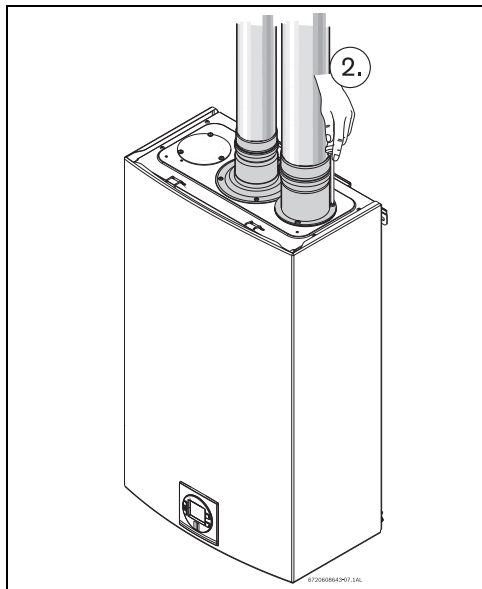

Fig. 27
- ▶ Apretar los 3 tornillos del accesorio de admisión de aire, consultar la Fig. 27 , pos. 2.